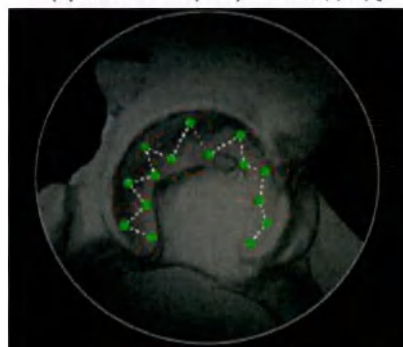

Рисунок 66. Пример модели сбора на суставной поверхности
5. Для наилучшего покрытия точки собирают в шахматном порядке (рисунок 66). При чрезмерной близости собранных точек одна к другой система уведомляет пользователя.